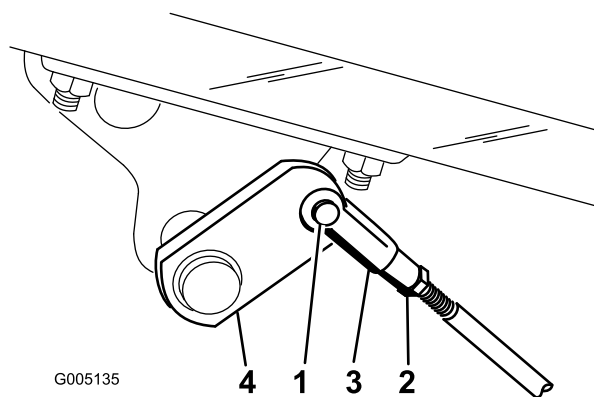

Figura 55
2. Nel caso in cui i freni non si blocchino in modo uniforme, togliete la coppia ed il perno del cavallotto per scollegare le aste dei freni (Figura 55).
3. Allentate il controdado e regolate il cavallotto come opportuno (Figura 55).
4. Montate il cavallotto sull'albero del freno (Figura 55).